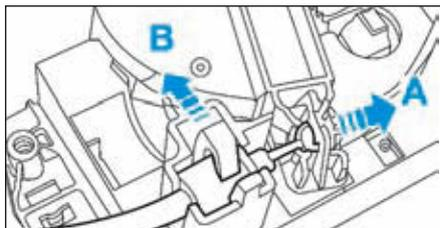

FIG.39
• Tirer les câbles de commande (flèche A) pour les désaccoupler de la commande (Fig.39).